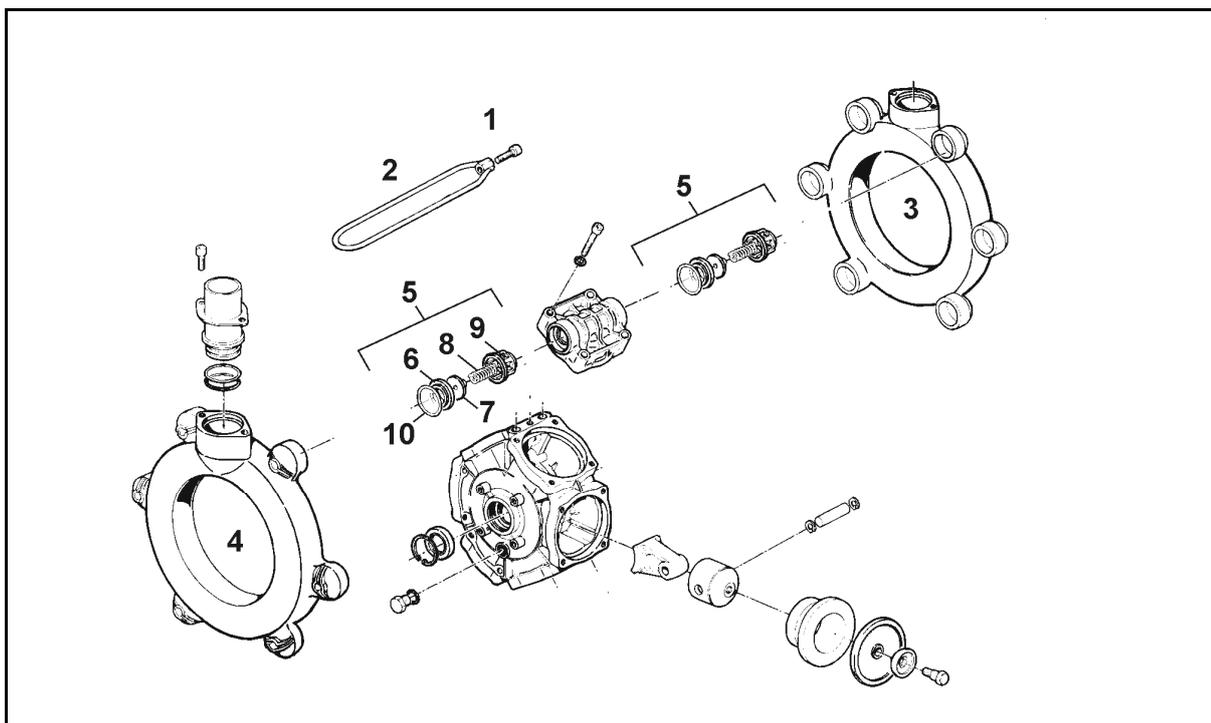

Fig. 160
- Vérifiez la position de montage des clapets côté aspiration et côté refoulement, avant de retirer les jeux de clapets ( Fig. 160/5).
- Au remontage, veillez à ce que les guides (Fig. 160/9) ne soient pas endommagés. Leur endommagement risque de provoquer le blocage des clapets.
- Les écrous (Fig. 160/1, 2) doivent impérativement être serrés en étoile et au couple de serrage préconisé. Le non-respect de ces consignes peut entraîner des tensions contradictoires et par là-même, des fuites.
2. Desserrez les vis (Fig. 160/1) et retirez l'étrier (Fig. 160/2).
3. Retirez les orifices d'aspiration et de refoulement (Fig. 160/3 et Fig. 160/4).
4. Retirez les jeux de clapets (Fig. 160/5).
5. Vérifiez que les sièges (Fig. 160/6), les clapets (Fig. 160/7), les ressorts (Fig. 160/8) et les guides (Fig. 160/9) ne sont pas endommagés ou ne présentent pas de signe d'usure.
6. Retirez les joints toriques (Fig. 160/10).
8. Remontez les jeux de clapets (Fig. 160/5) après les avoir contrôlés et nettoyés.
9. Mettez en place des joints toriques neufs (Fig. 160/10).
10. Bridez l'orifice d'aspiration (Fig. 160/3) et l'orifice de refoulement (Fig. 160/4) sur le carter de la pompe et montez l'étrier (Fig. 160/2).
11. Serrez les vis (Fig. 160/1) en étoile au couple de serrage de **11 Nm**.